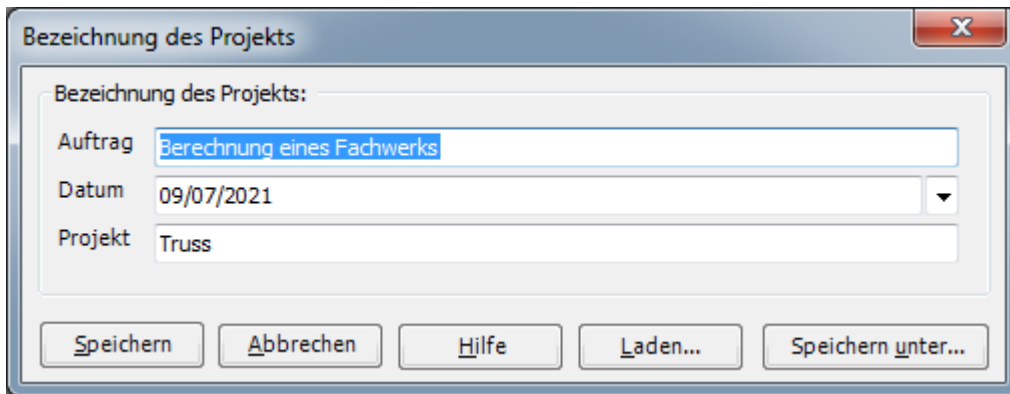

Bild 6.6 Dialogfeld "Bezeichnung des Projekts"
- Wählen Sie den Befehl "Bezeichnung des Projekts" aus der Registerkarte "Daten". Das Dialogfeld im Bild 6.6 erscheint